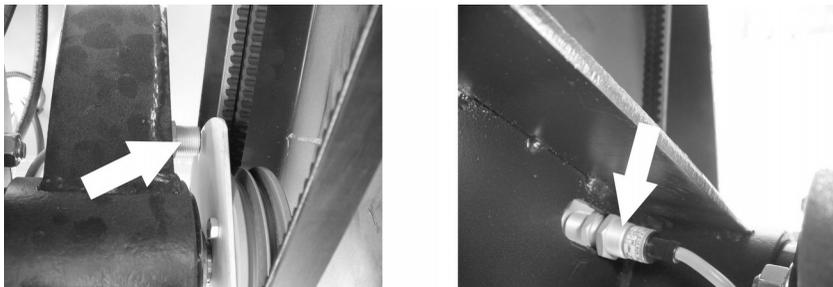

Рисунок 2.8. Датчик вентилятора
**Датчик вентилятора** (рис. 2.8) устанавливается вблизи вращающейся части вентилятора. При работе вентилятора индикатор светится непрерывно.